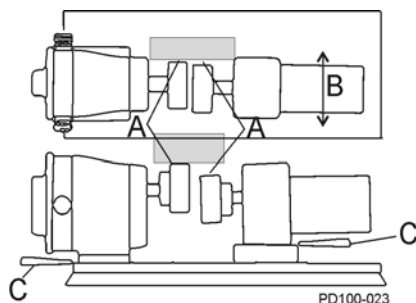

Abbildung 22 - Parallele Fluchtung prüfen
2. Ermitteln Sie unter Einsatz einer Fühllehre an Position „A“ in Abbildung 22 die Richtung und den Betrag der erforderlichen Verschiebung (Abbildung 22, Pos. B).